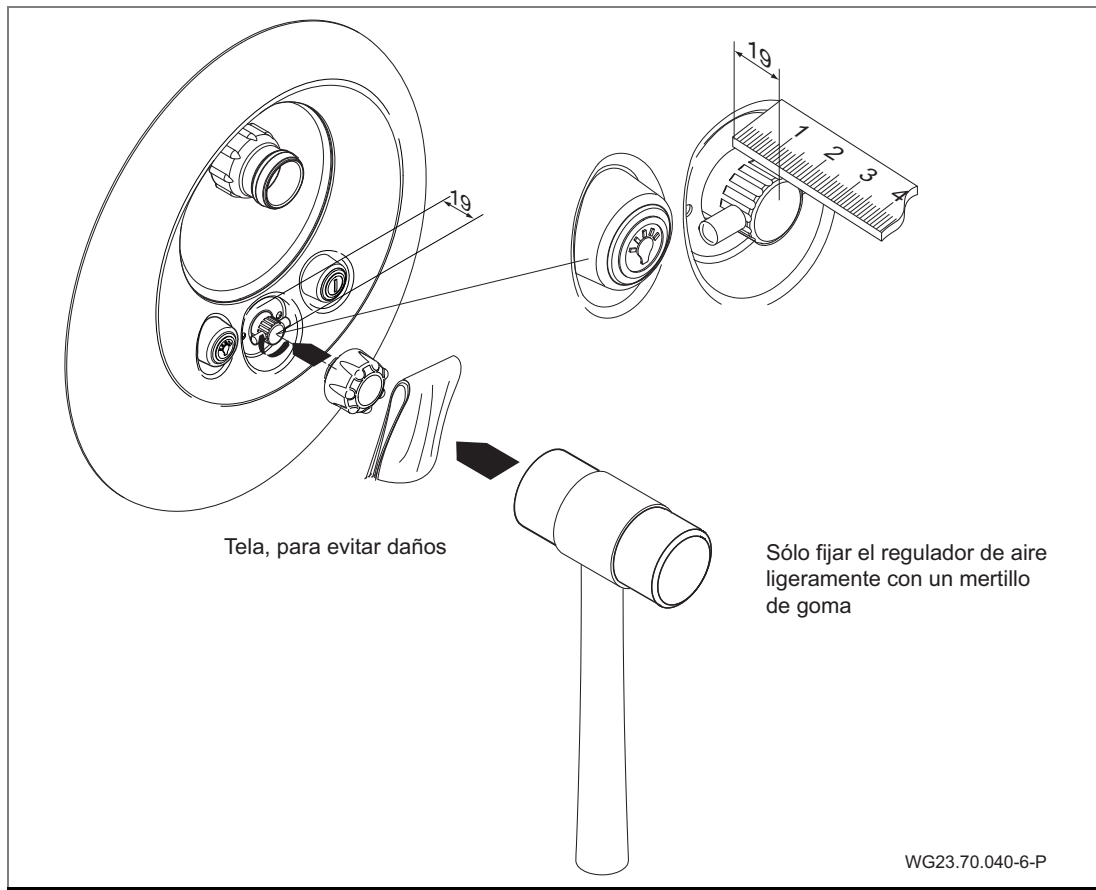

Fig. 21
11. Fijar la caperuza de regulación del aire. (Fig. 21)
12. Conectar los lados de aspiración y de presión de la bomba Jet (92) a la carcasa empotrada (1) con el medio racor (98, 99, 100), el ángulo de goma (79) y las abrazaderas (75) correspondientes.